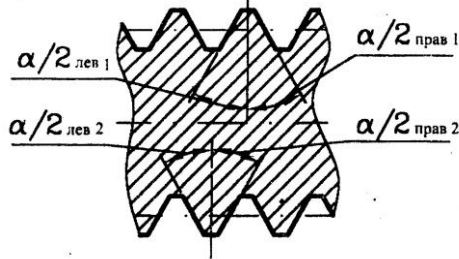

Рисунок 7 – Схема вимірювання половини кута профілю різи
2.4.2.3 Вимірювання половини кута профілю різи здійснити відповідно до схеми на рис. 7 в наступній послідовності: